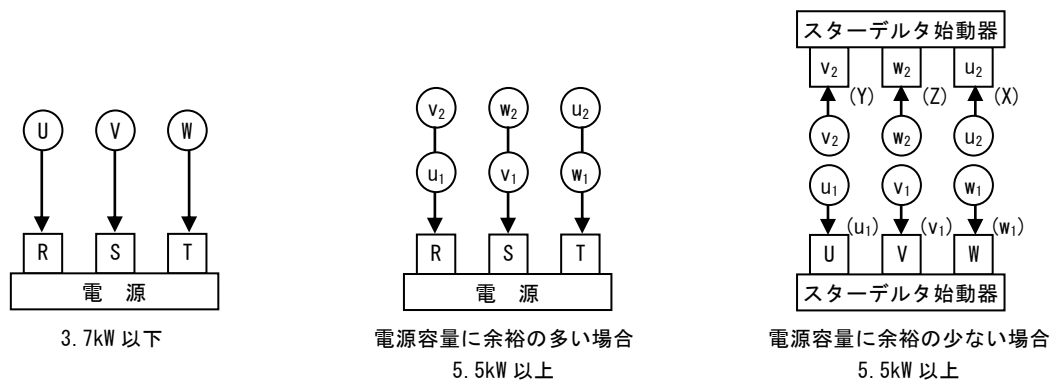

図3 配線接続図
- (1) 電動機の電源設備や配線工事、接地工事(アース)などは、電気設備技術基準および内線規程に従い正しく施工してください。配線図は図3または電動機のターミナルボックス内ぶたに表示された結線図もしくは電動機に付属された取扱説明書に従って行ってください。